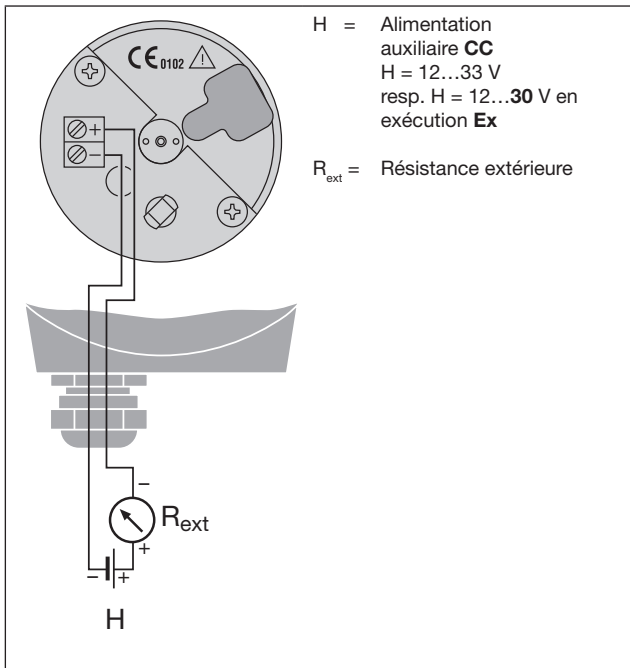

Fig. 5. Schéma de connexion.
Dénuder les fils sur une longueur suffisante et les raccorder aux bornes (4.1) selon Fig. 5.
1. Mettre en service le convertisseur de mesure et le raccorder à l'équipement de programmation selon Fig. 5 (commutateur AUX du PK 610 sur OFF).